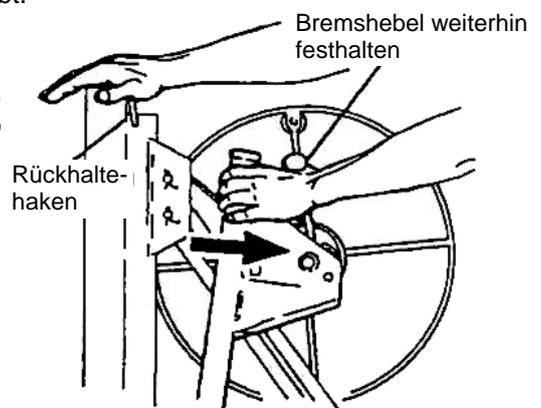

Bild 4
- c. Legen Sie Ihre rechte Hand auf das Oberteil des Rahmens. Betätigen Sie den Bremshebel nur soweit, dass es nicht zum Rückschlag des Kabels kommen kann, und ziehen Sie die Windenbaugruppe vollständig gegen sich. (**Bild 4**)